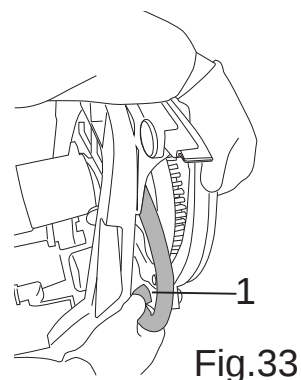

Fig.33
- Afmonter røret til to-takts kraftventilsystemet og bageste svaber (Fig.33-Ref.1).